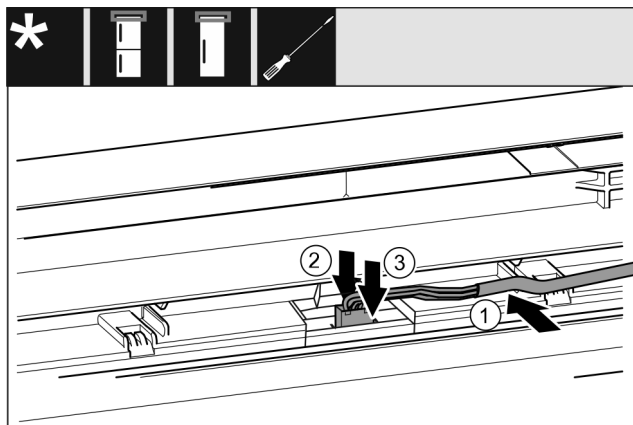

Fig. 58 Hladilno/zamrzovalne kombinacije / zamrzovalniki / hladilniki
- Namestite kabel Fig. 58 (1) v vodilo v zgornjih vratih.
- Potisnite zaskočni nastavek Fig. 58 (2) nazaj.
- Zaskočite vtič Fig. 58 (3).